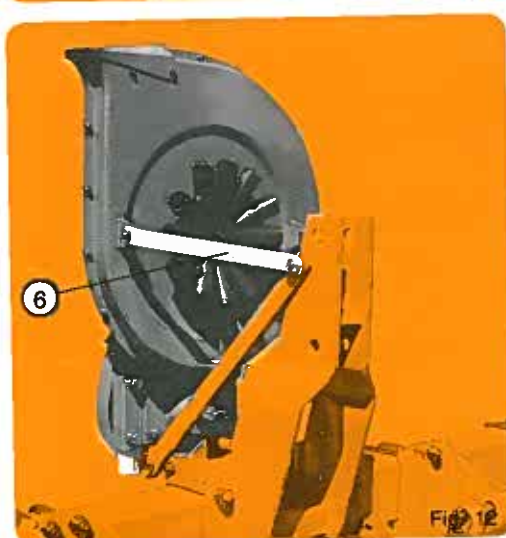

Fig. 12
Après avoir mis la turbine en place, ne pas oublier les pattes renfort prévues pour éviter les vibrations. Ces pattes se montent suivant ⑥ fig. 12 pour attelage normal et ⑦ fig. 13 pour attelage avancé.
After mounting the turbofan, do not forget the support straps which are to eliminate vibrations. These straps mount as shown ⑥ fig. 12 for standard hitches and ⑦ fig. 13 for advanced hitches.
Siehe Standarddreipunktgestänge ⑥ - Abb. 12 und Dreipunktgestänge für Fronthilfsrahmen ⑦ Abb. 13.
Después de colocar en un sitio la turbina, no se olvide de las patas de refuerzo previstas para evitar vibraciones. En estas patas se montan según ⑥ fig. 12 para enganche normal, y ⑦ fig. 13 para enganche avanzado.